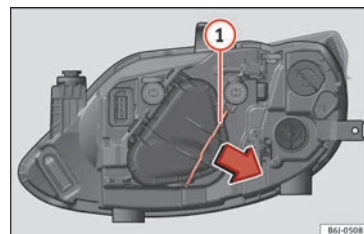

Abb. 91 Einfachscheinwerfer.
- Verschieben Sie die Strebe » **Abb. 91** ① in Pfeilrichtung und nehmen Sie die Abdeckung ab.